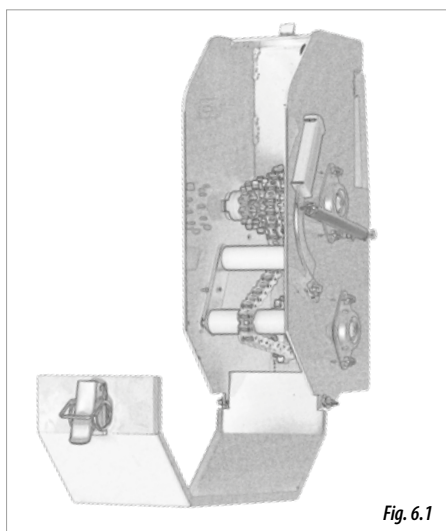

Fig. 6.1
- 1- CUTIE DE VITEZE TRADIȚIONALĂ PE LANȚ (Fig. 6.1).